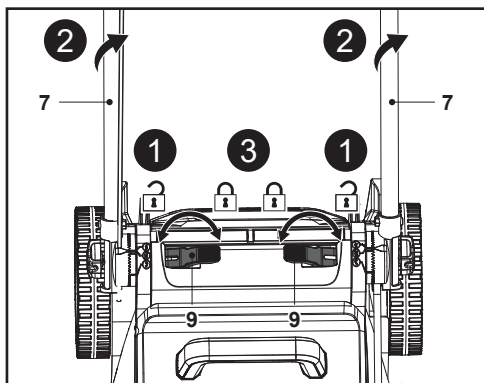

Fig. 9
2. Desdobre as duas alavancas de aperto (9) com a outra mão e, em seguida, rode o conjunto da pega (5, 7) para a outra posição de altura da pega (Fig. 9, passos 1, 2).
3. Certifique-se de que o triângulo de indicação (7b) está alinhado com o indicador de altura da pega (10b / 10c) e, em seguida, dobre as duas alavancas de aperto (9) para fixar o conjunto da pega (5, 7) (Fig. 9, passo 3).